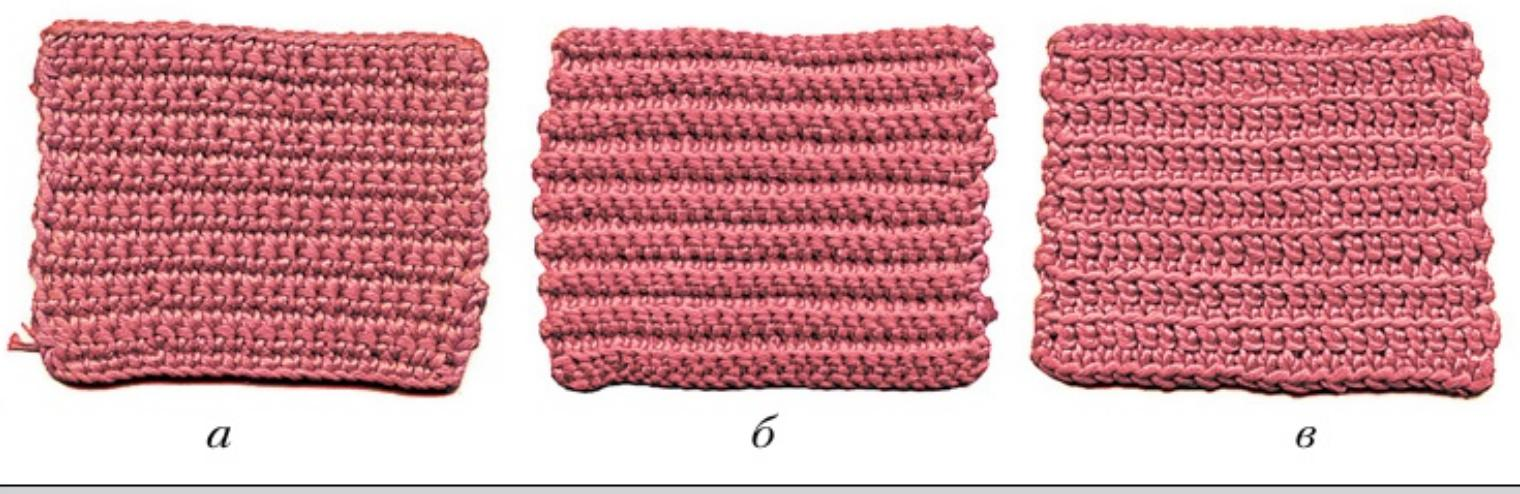

Рис. 122. Образцы вывязывания полотна столбиками без накида: *а* — под обе нити петли; *б* — под заднюю нить петли; *в* — под переднюю нить петли
1. Выполните три образца столбиками без накида, вводя крючок в первом образце под обе нити петли (рис. 122, а), во втором
образце под заднюю нить петли (рис. 122, б), в третьем — под переднюю нить петли (рис. 122, в).